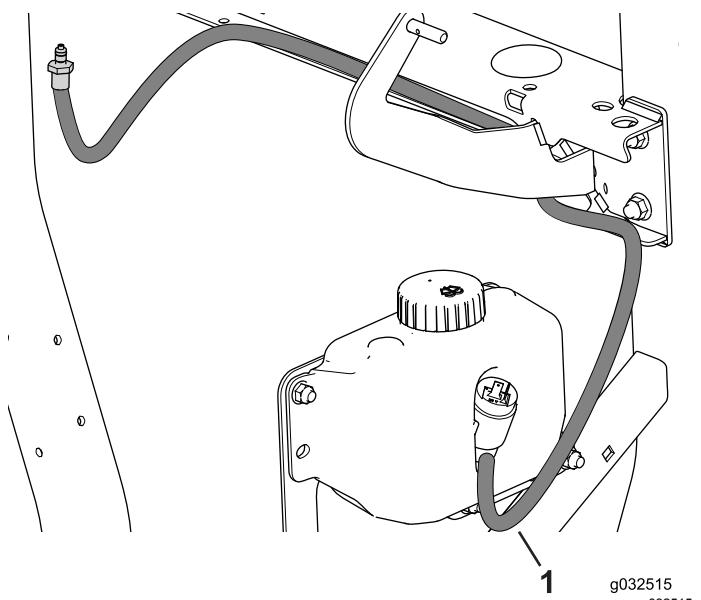

Figure 35
- Raccordez le tube de lave-glace au réservoir de lave-glace et fixez-le au cadre par des serre-câbles (Figure 35).